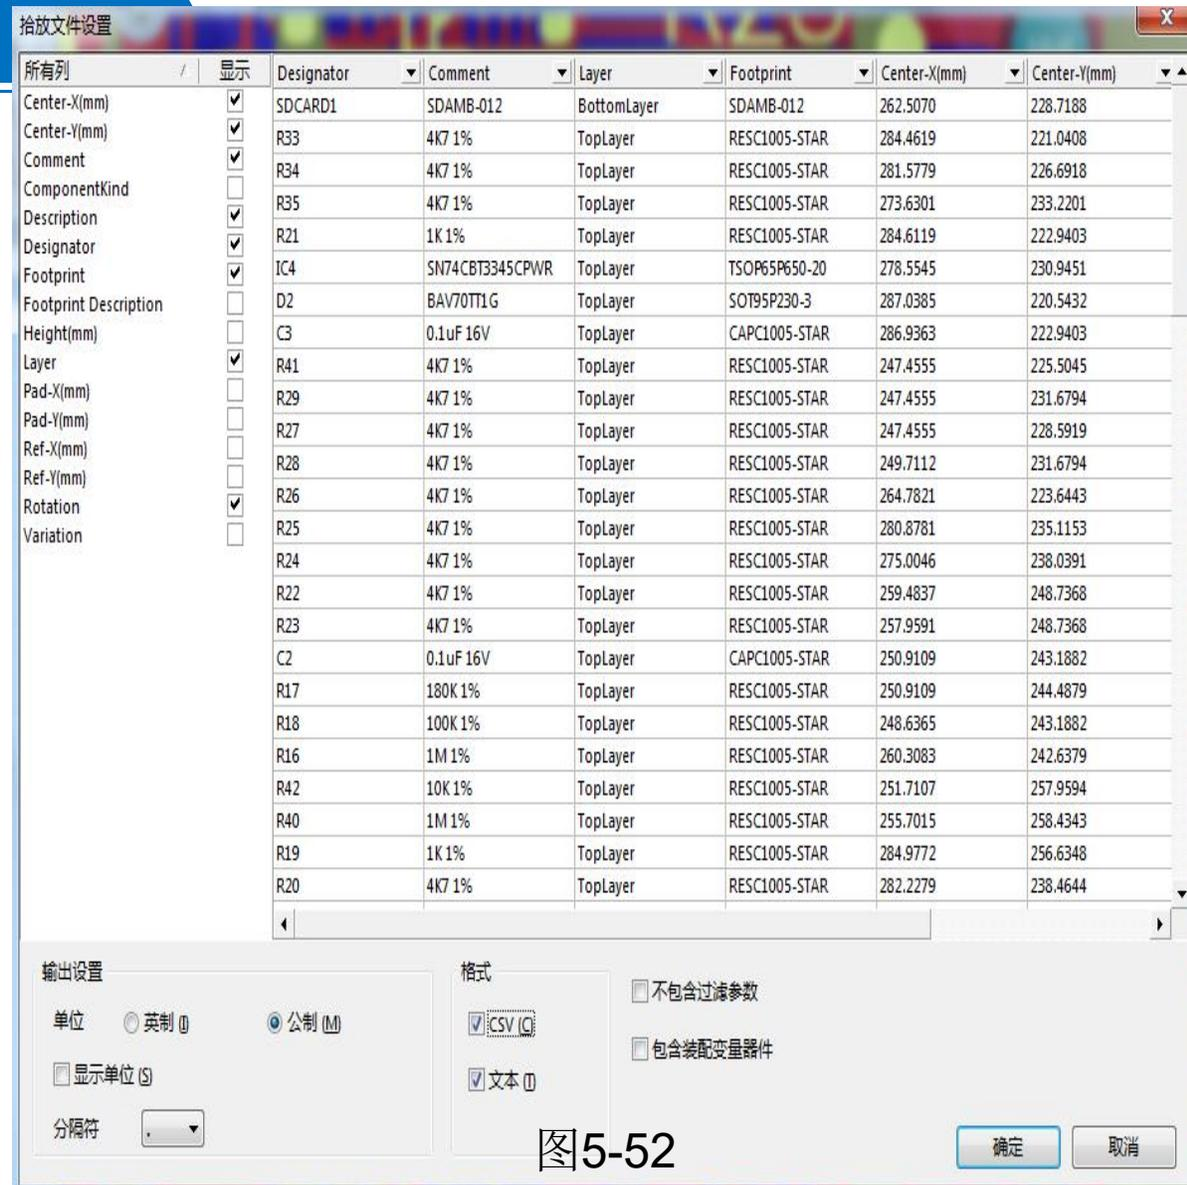

图5-52
(1) 在AD主界面主菜单下, 选择“文件-装配输出-Generates pick and place files”即File-Assembly Outputs-Generates pick and place files。
(2) 如图5-52所示, 出现Pick and Place Setup(拾放文件设置)对话框界面。
(3) 单击“确认”OK按钮, 生成贴片机文件。